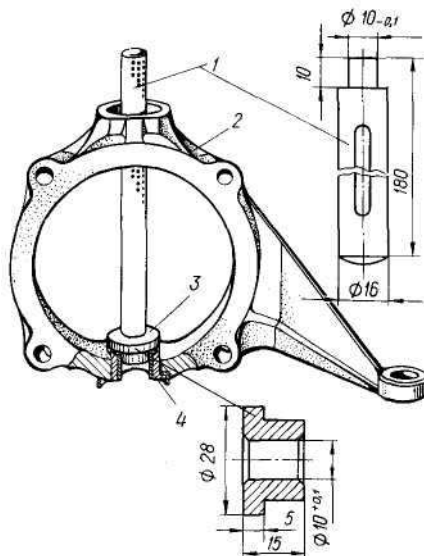

Рис. 176. Выпрессовка корпусов втулок шкворней с втулками в сборе:
- с помощью бородка выбейте заглушки из корпусов втулок. Выпрессуйте поочерѐдно корпуса втулок с втулками в сборе (рис. 176). Снимите сальники, обоймы и грязезащитное кольцо;
- наденьте обоймы сальников и запрессуйте поочерѐдно до упора корпуса втулок с втулками в сборе с помощью оправки 3 (рис. 176) и ручки 1;